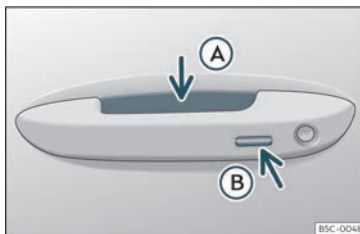

Abb. 77 Türgriff: Sensorflächen
»» Abb. 77
- Umfassen Sie einen der Griffe an den Vordertüren. Dabei wird die Sensorfläche »» **Abb. 77** (A) (Pfeil) im Türgriff berührt und das Fahrzeug entriegelt sich.
- Berühren Sie *einmal* die Verriegelungssensorfläche»» **Abb. 77** (B) (Pfeil) am Griff an einer der Vordertüren. Die Tür, an welcher der Griff betätigt wird, muss geschlossen sein.
»» **Abb. 77** (Pfeil) am Griff an einer der Vordertüren. Das Fahrzeug ist mit der „Safe“
»» **Abb. 77** (Pfeil) am Griff an einer der Vordertüren, um das Fahrzeug zu verriegeln, ohne das Sicherheitssystem „Safe“ zu aktivieren»» Seite 109.
»» **Abb. 77** (Pfeil). Greifen Sie nicht am Türgriff, da sich das Fahrzeug sonst nicht verriegelt. Die Deaktivierung kann auch erfolgen, wenn das Fahrzeug über Fahrertürschloss verriegelt wird.
Um mit der **Komfortfunktion** alle elektrischen Seitenfenster und das Glasdach zu schließen, legen Sie einige Sekunden einen Finger auf den Verriegelungssensorfläche >>> **Abb. 77**  (Pfeil) am Türgriff, bis die Seitenfenster und das Dach geschlossen sind.
Die Sensoren der Türgriffe können durch einen Wasser- oder Hochdruckdampfstrahl aktiviert werden, sofern sich ein gültiger Schlüssel in der Nähe befindet. Ist mindestens eines der elektrisch betriebenen Seitenfenster geöffnet und wird die Sensorfläche >>> **Abb. 77**  (Pfeil) an einem der Tür-
- **ODER:** Berühren Sie *zweimal* die Sensorfläche auf der Außenseite des Türgriffs >>> **Abb. 77** .